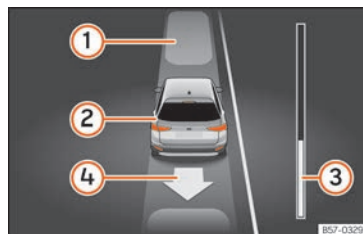

Fig. 188 Sur l'écran du tableau de bord : sortir d'une place de stationnement en créneau.
- Reculez jusqu'à ce que retentisse le signal continu du ParkPilot ; **OU** : reculez jusqu'à ce que l'indication de passer en marche avant apparaisse sur l'écran du tableau de bord. La barre de progression **»»** **fig. 188**  indique la distance à parcourir **»»** **page 287**.